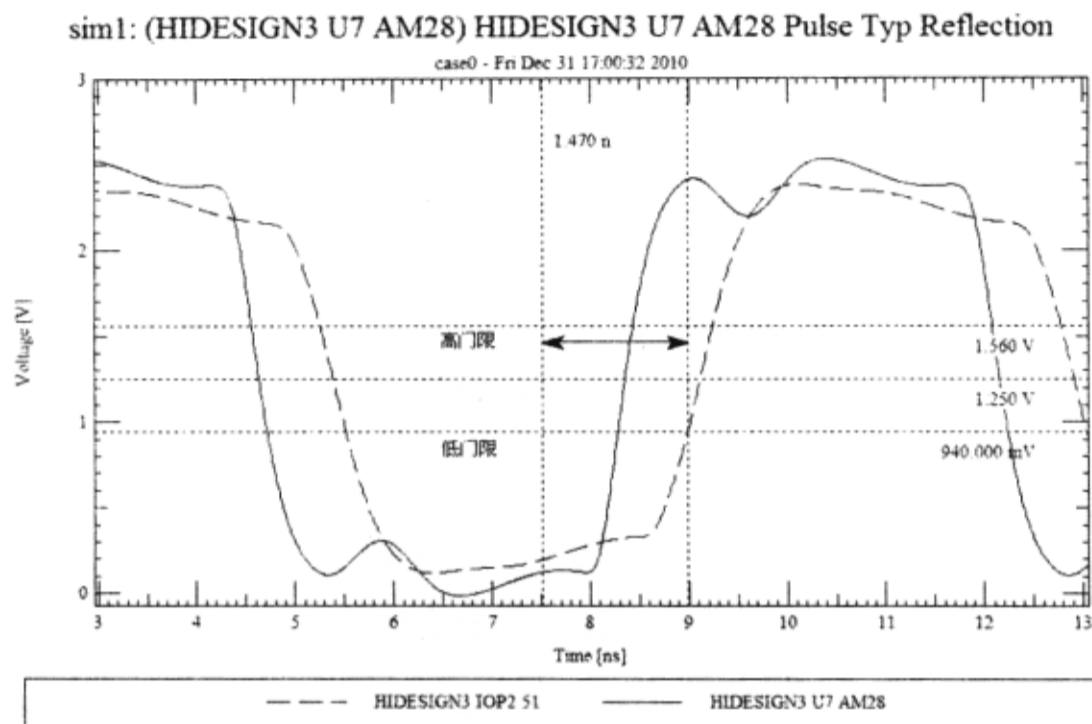

图 3-8-65 测量 SwitchDelayRise
④ 选择“SigWave”窗口“Differential Vertical Marker”中的一个→从弹出菜单中选择“Location”→弹出“Edit Location”对话框。
⑤ “X Secondary”栏输入“7.52ns”→单击“OK”按钮。激励频率是133MHz，所以周期是7.52ns。
⑥ 单击并按住鼠标左键→从另一条“Differential Vertical Marker”线滑动到上升的接收器波形到940mV ( $U_{IL}$ )，如图3-8-65所示。